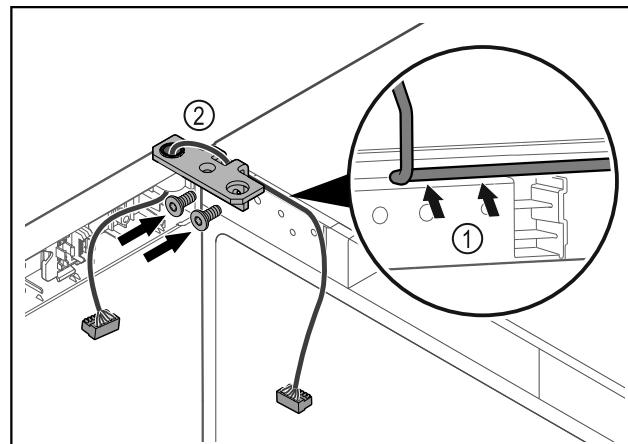

Fig. 58
- ▶ Περάστε το καλώδιο μέσα από το άνοιγμα της γωνίας μεντεσέ και τοποθετήστε το προσεκτικά Fig. 58 (1).
- ▶ Βιδώστε τη γωνία μεντεσέ Fig. 58 (2).